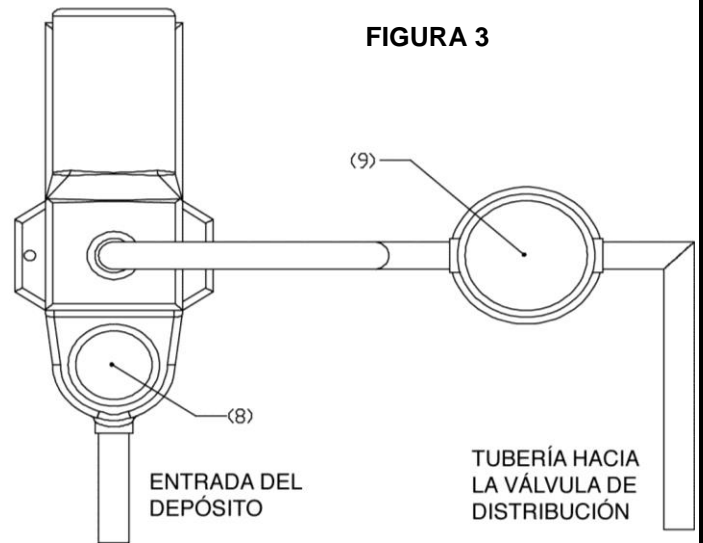
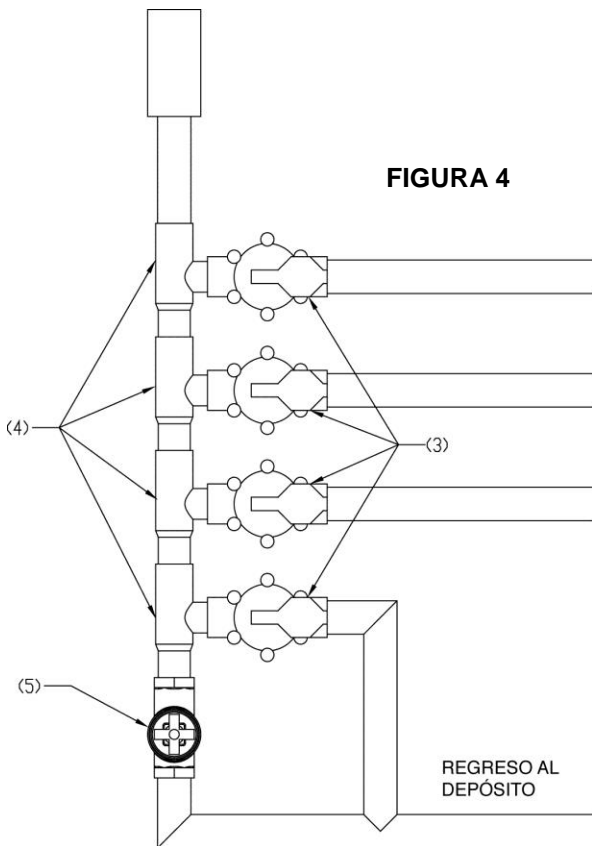

FIGURA 3
FIGURA 4
28. Se debe instalar la bomba de $\frac{3}{4}$ de caballos de fuerza (8) y el filtro/clorinador para 25 pies cuadrados (2.3 m^2) (9) como se muestra en la **FIGURA 3**.
29. La bomba de $\frac{3}{4}$ de caballos de fuerza (8) y el filtro/clorinador para 25 pies cuadrados (9) requieren un tubo de PVC de $1 \frac{1}{2}$ " (3.8 cm) tanto para la entrada como para la salida.
33. Se debe cablear la bomba para la versión separada del WetDek directamente a la caja de control que viene con el WetDek. **UN ELECTRICISTA PROFESIONAL AUTORIZADO DEBE REALIZAR ESTA CONEXIÓN.** Tendrá una función reguladora cuando la bomba trabaje al unísono con las válvulas. La bomba y el controlador funcionan con una fuente de poder de 115 voltios. Ya que el controlador AquaDirector del WetDek (1) está aprobado para cobertura NEMA 3R, puede colocarse afuera o adentro.
34. Se debe instalar la válvula de distribución para la versión separada como se muestra en la **FIGURA 4**.
35. Se debe fijar cada accesorio en T de 1" (2.54 cm) de la distribución (4) a una de las válvulas HPV de 1" (3). Esto se hace enroscando la parte macho del accesorio en T de la distribución al lado de la entrada hembra de la válvula. Es importante asegurarse de colocar la válvula en la dirección correcta para que el sistema funcione debidamente.
36. También es importante cerciorarse de que todas las válvulas tengan la misma orientación antes de fijar los accesorios en T de la distribución (4) como se muestra en la **FIGURA 4**.
37. Primero, se deben limpiar los accesorios en T de la distribución (4) con un tapaporos para PVC y luego poner una capa abundante de pegamento para PVC en una de las superficies antes de conectar los extremos macho y hembra.
40. La última sección de la válvula de distribución debe conectar la válvula de globo de 1" (5) del extremo de la válvula de distribución a la misma tubería como aquella de la recirculación, como se muestra en la **FIGURA 4**. Esto funcionará como un desvío y le permitirá ajustar manualmente las distintas alturas del rocío de agua para todo el sistema.